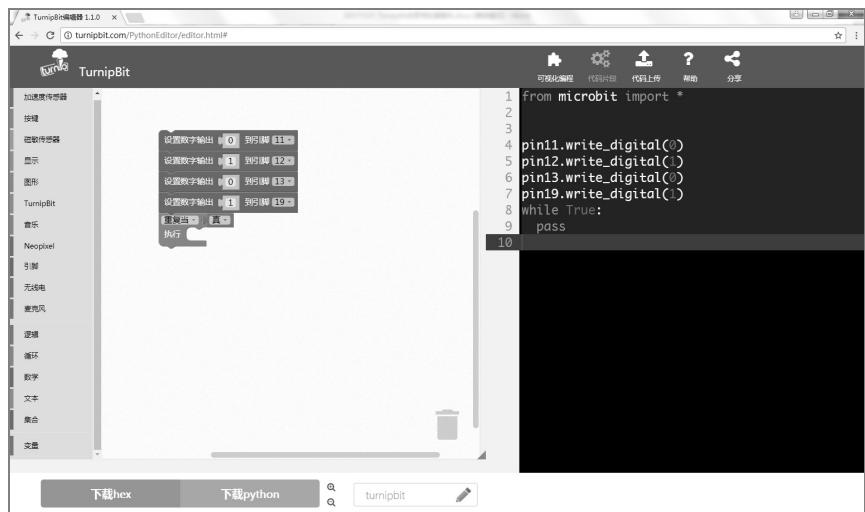

图 12-29 持续前进
② 添加一个无限循环，使程序一直运行，如图 12-29 所示。